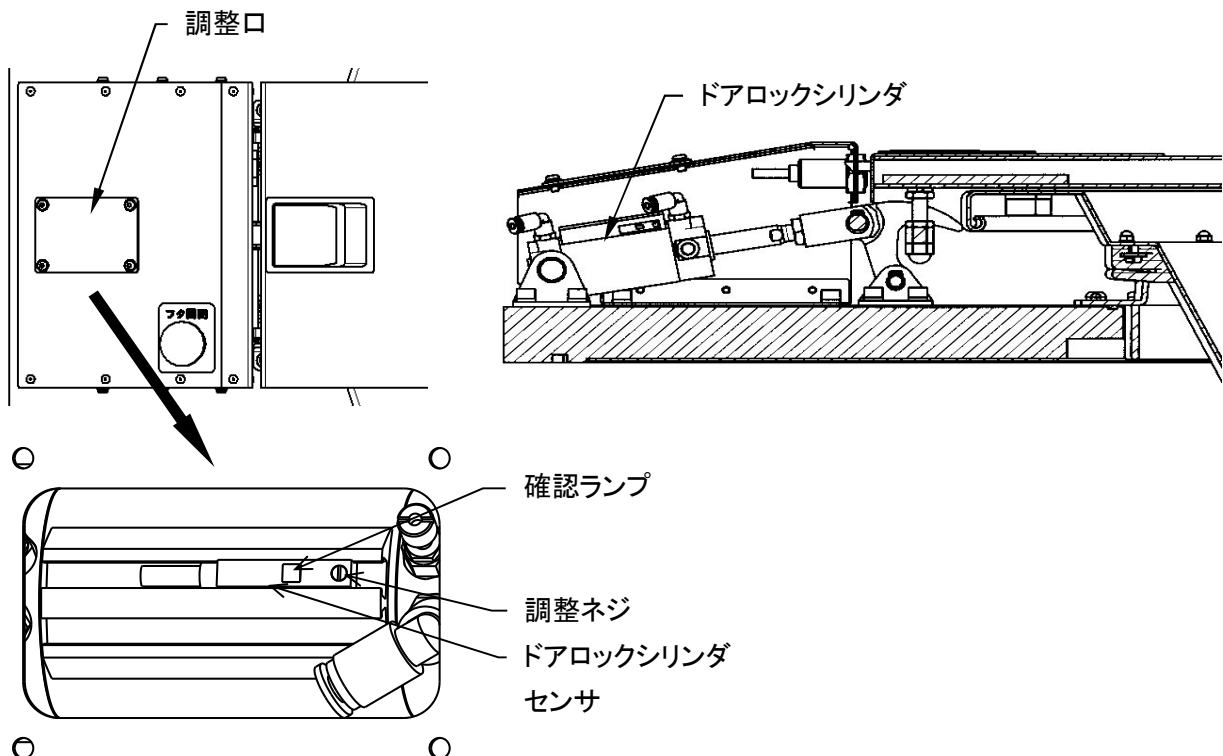

図 8-13
8. 3.7 ドアロックシリンダセンサの調整 (図 8-13)